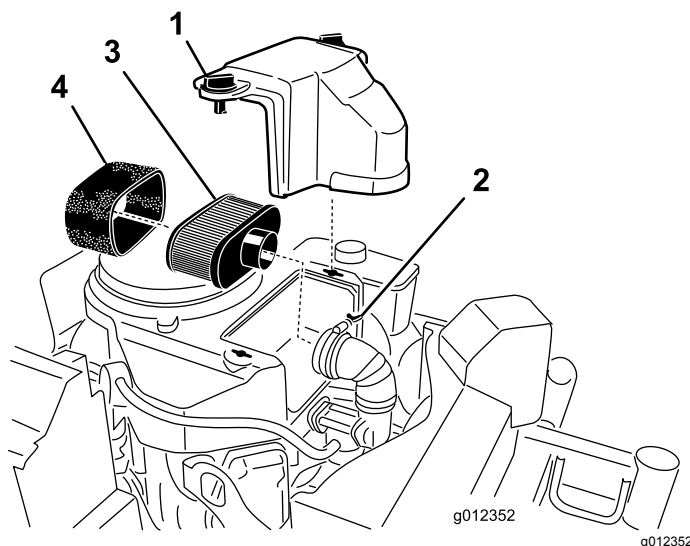

Рисунок 21
3. Очистите зону вокруг воздухоочистителя, чтобы в двигатель не попали загрязнения, которые могут его повредить (Рисунок 21).
4. Выверните ручки крышки и снимите крышку воздухоочистителя (Рисунок 21).
5. Развинтите шланговый хомут и снимите узел воздухоочистителя (Рисунок 21).
6. Осторожно снимите элемент из пеноматериала с бумажного элемента (Рисунок 21).
1. Не чистите бумажный фильтр. Замените его (Рисунок 21).
1. Осторожно наденьте элемент из пеноматериала на бумажный элемент воздухоочистителя (Рисунок 21).
2. Установите воздухоочиститель в сборе на его основание и закрепите с помощью двух барашковых гаек (Рисунок 21).
3. Установите на место крышку воздухоочистителя и затяните ручку крышки (Рисунок 21).